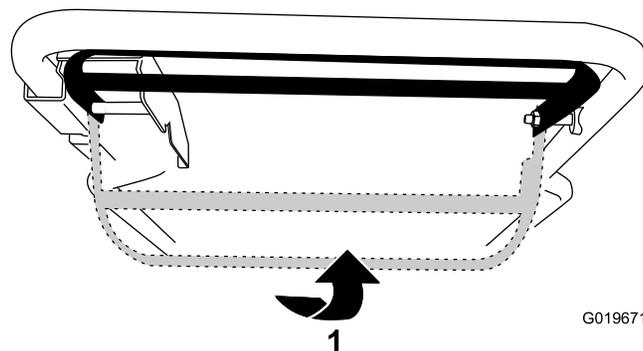

Figura 14
- Para engranar el sistema de autopropulsión sin activar la cuchilla, levante la barra de control hasta el manillar (Figura 14).